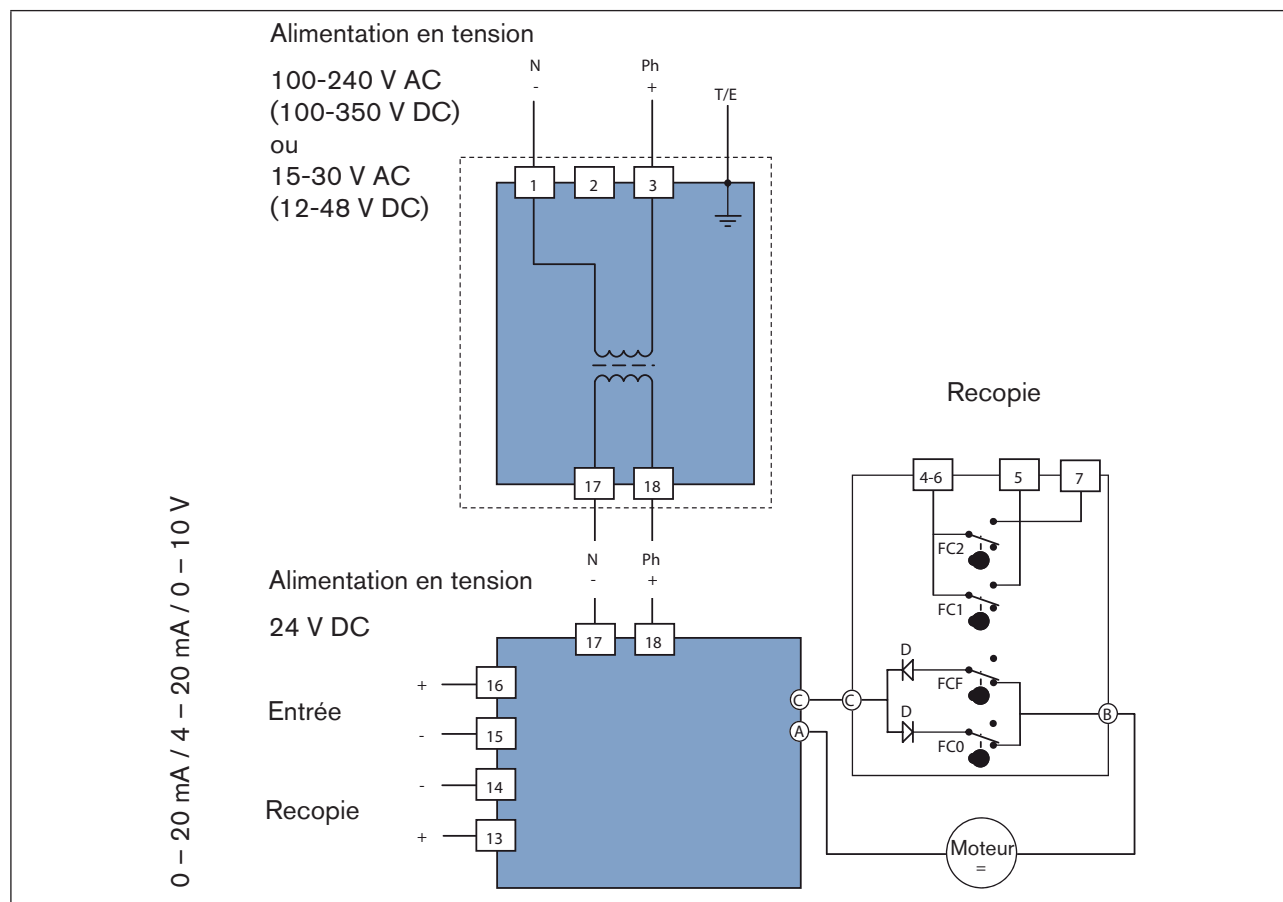

Figure 19 : Schéma électrique
- Raccordez le câble conformément au schéma électrique (voir « Figure 19 ») au bornier pos. 14 de la carte d'alimentation en tension (voir « Figure 1 », page 86 et « Figure 2 », page 87).
→ Raccordez le câble au bornier 12 (voir « Figure 1 », page 86 et « Figure 2 », page 87) selon le schéma (voir « Figure 19 »).